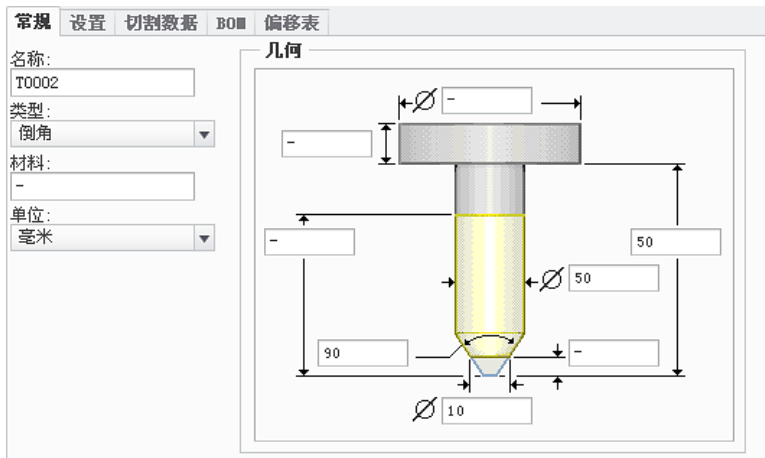

图 3.12.4 设定刀具一般参数
Step3. 在弹出的“刀具设定”对话框中，单击“新建”按钮，然后设置图 3.12.4 所示的刀具参数，依次单击 应用 和  确定 按钮。